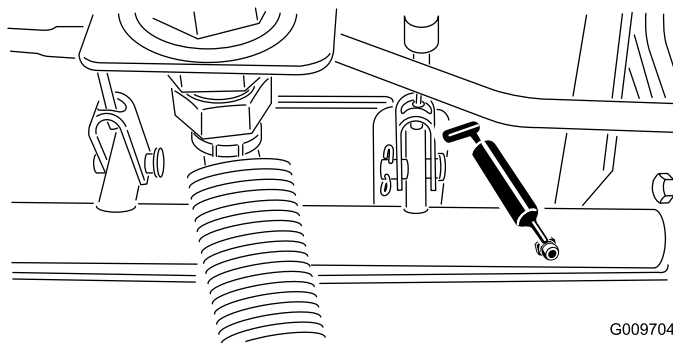

Figura 46
1. Solte os trincos do capot (Figura 46) e levante o capot.